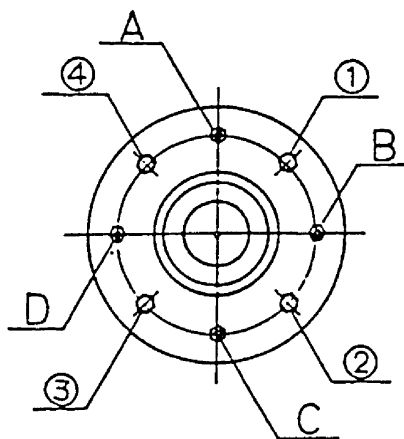

図 9-3
9.3.3 ドラムの芯出し調整 (図 9-3)
- ・ 主軸ベアリングケースを止めている取付けボルト及びナット 4 箇所(A～D)と、調整ボルト及びナット 4 箇所(①～④)で調整します。(図 9-3)
- ・ 例えば、ドラムの口金を機械正面より見て右に寄せたい場合、③、④と A,C,D のナットを少し緩め、③、④のボルトをドラムの口金を見ながら締め込みます。
- ・ 調整が終わったら、③、④と A,C,D のナットを締め込みます。
- ・ ベアリングケースをナット①～④の 4 箇所を取り外し、後方へ抜いてください。(図 9-3)